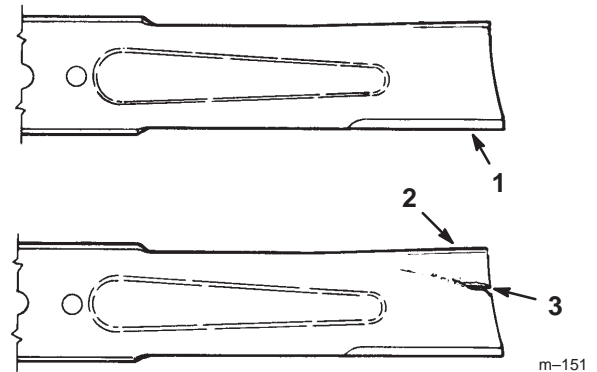

Figure 23
1. Inspectez les tranchants des lames (Fig. 23). Si elles ne sont pas tranchantes ou si elles présentent des indentations, déposez et aiguisiez les lames (voir Aiguisage des lames, page 28).
2. Inspectez les lames, surtout la partie incurvée (Fig. 23). Remplacez immédiatement toute lame endommagée, usée ou qui présente une entaille (repère 3 de la Fig. 23).